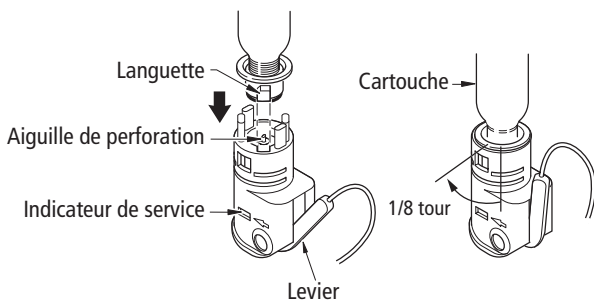

FIGURE 8 INSTALLER L'ASSEMBLAGE CARTOUCHE
4. Lever et tenir le levier dans le logement du gonfleur. Installer l'assemblage cartouche/baïonnette en enclenchant les languettes de la baïonnette dans le logement, en poussant et puis en faisant une rotation de 1/8 de tour dans le sens des aiguilles d'une montre jusqu'à l'arrêt complet (Fig. 8).
5. Examiner l'indicateur de service (Fig. 8) et bien s'assurer qu'il est VERT. Si l'indicateur de service est rouge, c'est que le mécanisme a été utilisé ou qu'il est mal ajusté; le gonfleur doit donc être réparé.